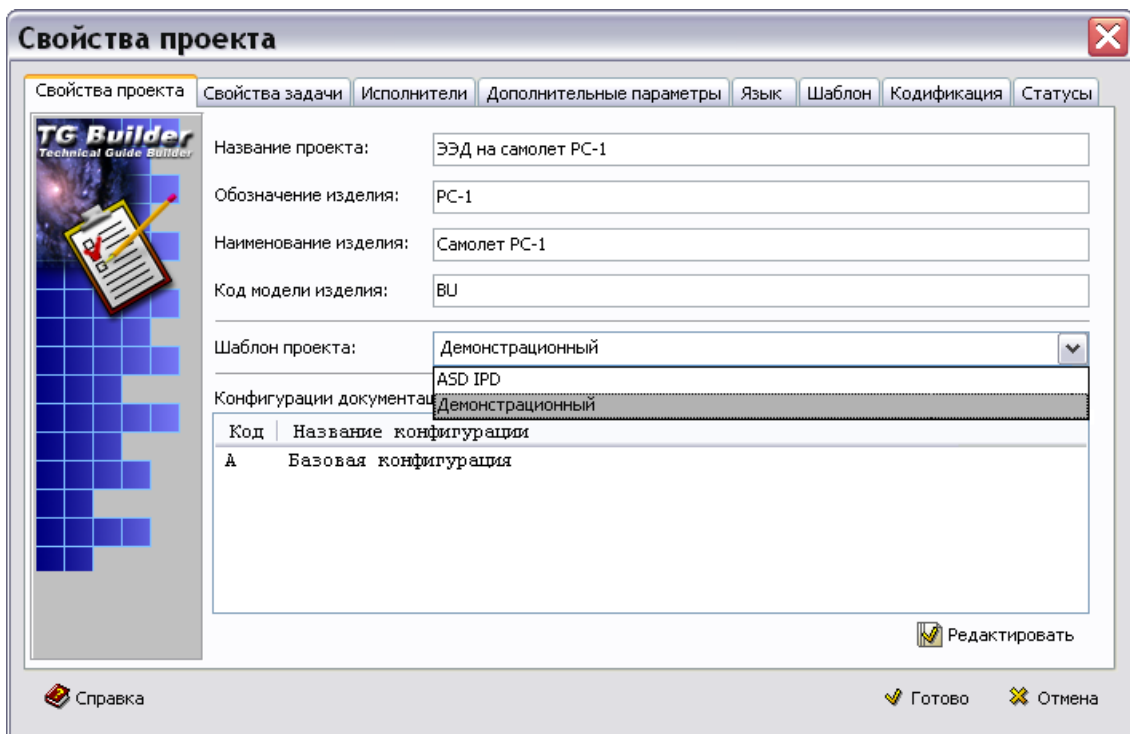

Рис. 2.28
3. На вкладке **Свойства проекта** нажмите на кнопку , расположенную справа от поля ввода **Шаблон проекта**. После этого откроется выпадающий список, содержащий доступные шаблоны. (Рис. 2.28).